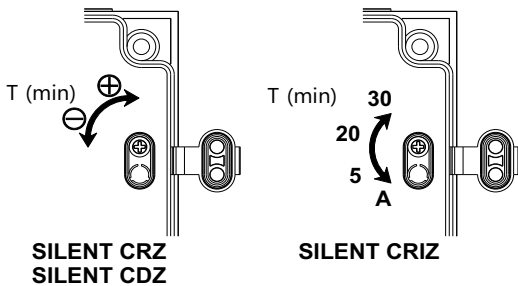

Fig.7
Для настройки таймера используется регулировочный винт, расположенной под передней решеткой (1) на электронной плате (Рис.7/Fig.7):
Для настройки времени задержки выключения используется регулировочный винт на электронной плате (Рис.7/ Fig.7), который имеет четыре положения: